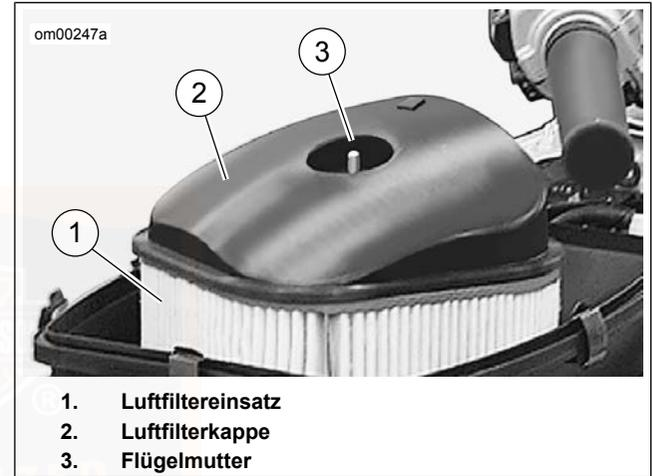

Abbildung 40. Baugruppe Luftfiltergehäuse: VRSC-Modelle
5. Siehe Abbildung 40. Die Flügelmutter abschrauben, mit der die Luftfilterkappe befestigt ist. Die Luftfilterkappe entfernen und den Papier-/Drahtgazefiltereinsatz ausbauen.